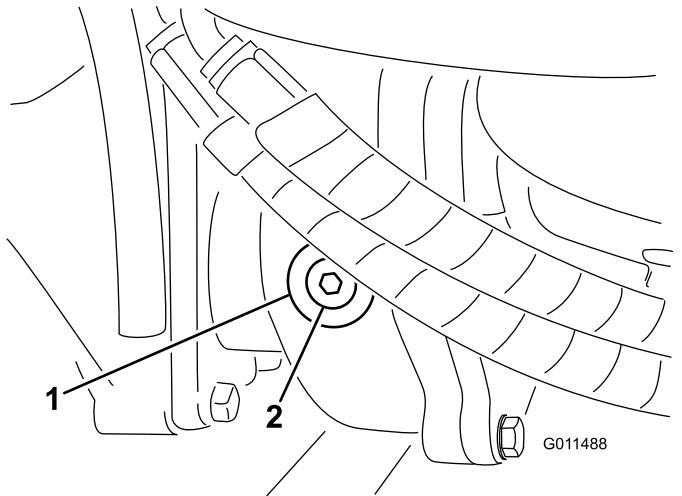

Bild 108
- Entfernen Sie die Prüf-/Füllschraube an der linken Getriebeseite und stellen sicher, dass das Öl die Unterseite des Lochs erreicht (Bild 108).